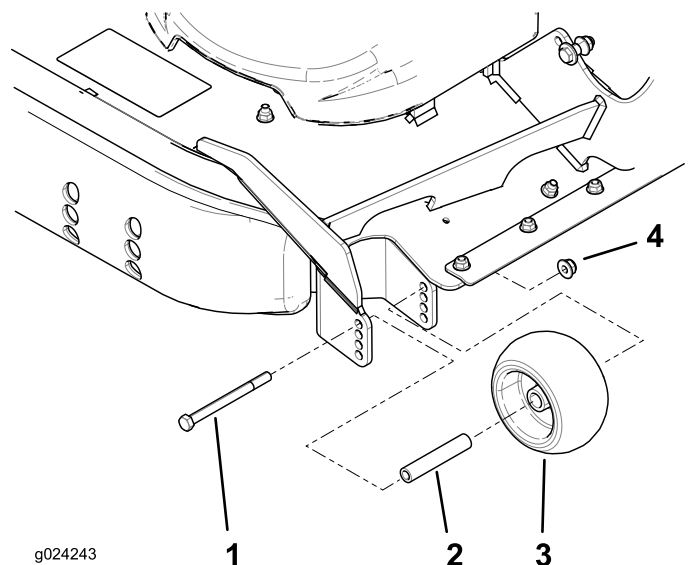
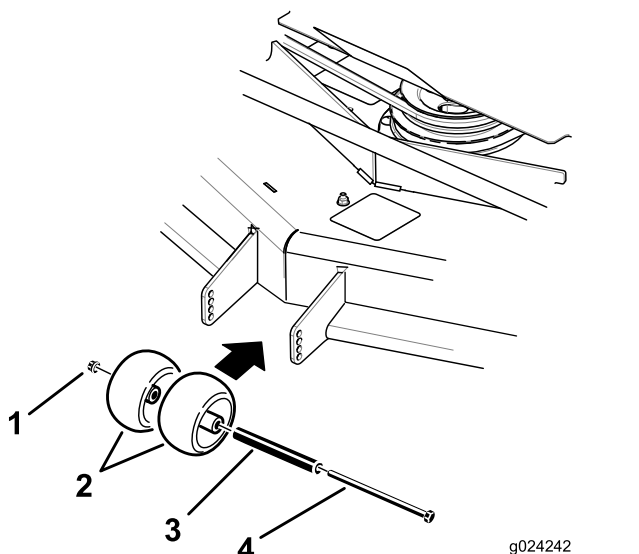

Figure 33
Figure 32
3. Réglez les galets anti-scalp comme montré à la Figure 32 et la Figure 33.